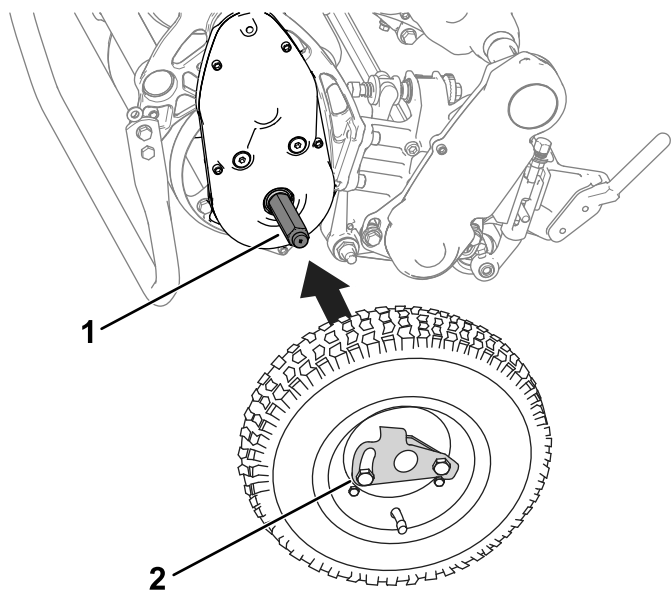

Рисунок 25
2. Наденьте колесо на ось (Рисунок 25).
3. Отведите стопор колеса (Рисунок 25) в сторону от центра колеса, чтобы сдвинуть колесо дальше на ось.